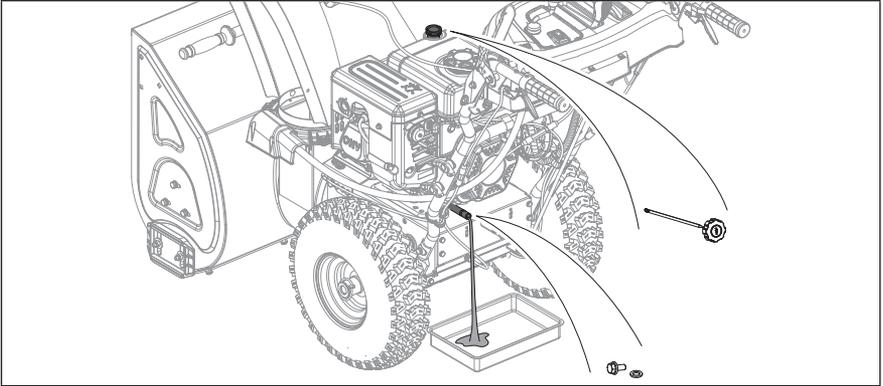

Figure 33
- Retirez le boulon de vidange et videz l'huile dans le bidon en inclinant légèrement le moteur afin que l'huile s'écoule. (Fig. 33)